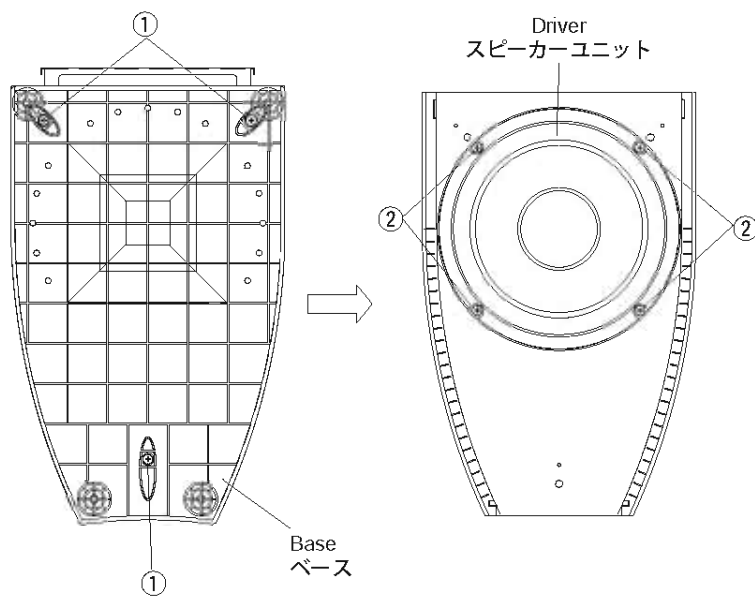

Fig. 1
- a. Remove 3 screws ( ① ) and then remove the Base. (Fig. 1)
- b. Remove 4 screws ( ② ) and then remove the Driver. (Fig. 1)
- a. ①のネジ3本を外し、ベースを取り外します。(Fig.1)
- b. ②のネジ4本を外し、スピーカーユニットを取り外します。(Fig.1)